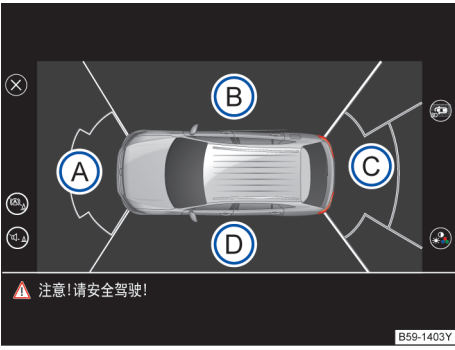

图 168 全景影像系统显示: 鸟瞰图
- 图 168 的图例:
→ 图 168。通过点击汽车区域可以选择鸟瞰图。
通过点击鸟瞰图→图 168 A 至 D 的各个区域或微型鸟瞰图，可以选择相应的摄像头图像显示。